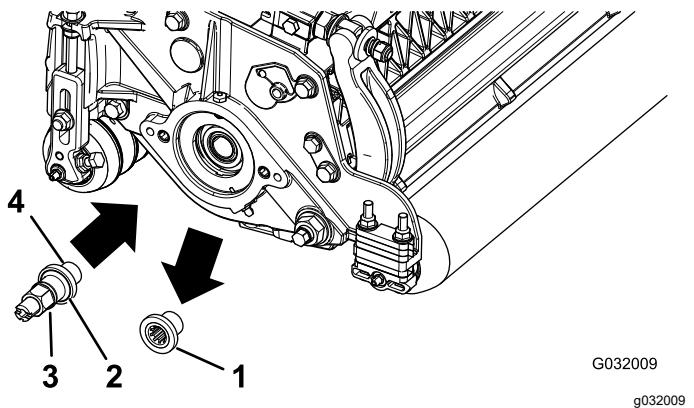

Figura 2
2. Retire y deseche el inserto roscado de la unidad de corte para la transmisión del cepillo del rodillo trasero (Figura 2).
4. Aplique fijador de rosas a las rosas del árbol de transmisión (Figura 2) e instale el árbol de transmisión de la derecha o de la izquierda, apretándolo a entre 115 y 128 N·m.